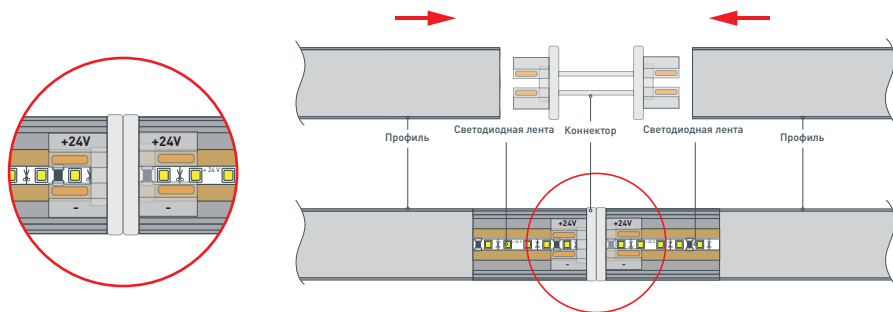
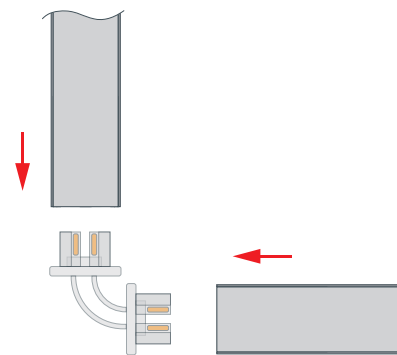

Рис. 3. Установка коннектора прямо. Вид сверху.
Рис. 4. Установка коннектора для создания угла. Вид сверху.
- Для создания одного светильника из набора для светодиодной подсветки необходимо использовать алюминиевый профиль, одну глухую заглушку, одну заглушку с кабелем и с разъемом 5.5 DC Female, держатели 2-4 шт. Для создания из набора светильника длиной 2 м рекомендуется использовать 3-4 держателя, для создания светильника длиной 1 м – 2 держателя. Соедините отрезки профиля между собой при помощи одиночного коннектора из комплекта для создания прямой линии, как показано на рис. 3, или угла, как показано на рис. 4.